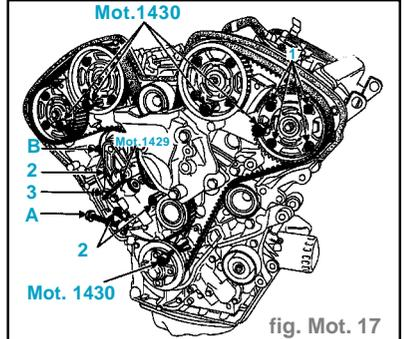

fig. Mot. 17
de vilebrequin, ainsi que les arbres à cames à l'aide des piges Mot. 1430. (fig. Mot. 17)
- Pour cela, desserrer les vis des pignons d'arbre à cames (1) et tourner les moyeux d'arbre à cames à l'aide du Mot. 1428, afin de faciliter la mise en place des piges. (fig. Mot. 17 et 18)
- Mettre en place une vis (A) M8 de longueur 75 mm et l'approcher jusqu'à venir en butée. (fig. Mot. 17)
- Desserrer les vis (2).
- La vis (3) doit rester bloquée.
- le Mot. 1429 (calibre de réglage du tendeur dynamique) en desserrant la vis (A) si nécessaire,
- une vis (B) M8 de longueur 35 mm et l'approcher jusqu'à venir en contact.
- Serrer la vis (B) jusqu'au blocage du Mot. 1429.
- Desserrer la vis (A), afin de détendre la courroie de distribution.
- Serrer les vis (2) au couple de 1 daN.m puis les desserrer de 45° (fig. Mot. 17)
- Serrer les vis (1) au couple de 0,5 daN.m puis les desserrer de 45°.
- Agir sur la vis (A) jusqu'à obtenir une tension de 83 ± 2 Unités SEEM.
- Serrer les vis des pignons d'arbres à cames au couple de 1 daN.m en commençant par l'arbre à cames (4).
- Déposer la vis (B) et agir sur la vis (A) jusqu'à assurer le coulissement sans jeu du Mot. 1429 (fig. Mot. 17)
- Déposer la vis (A).
- Serrer les vis (1) des pignons d'arbres à cames au couple de 1 daN.m (fig. Mot. 17)
- Si la pige Mot. 1430 rentre dans son logement, desserrer de 45° les vis (1) du pignon d'arbre à cames (fig. Mot. 17)
- Si la pige Mot. 1430 ne rentre pas dans son logement, l'opération de pigeage des arbres à cames est facilitée après avoir desserré de 45° les vis (1) et tourner les moyeux d'arbres à cames à l'aide du Mot. 1428.
- Serrer les vis (1) au couple de 1 daN.m en commençant par le pignon (4), puis (5), (6) et (7).